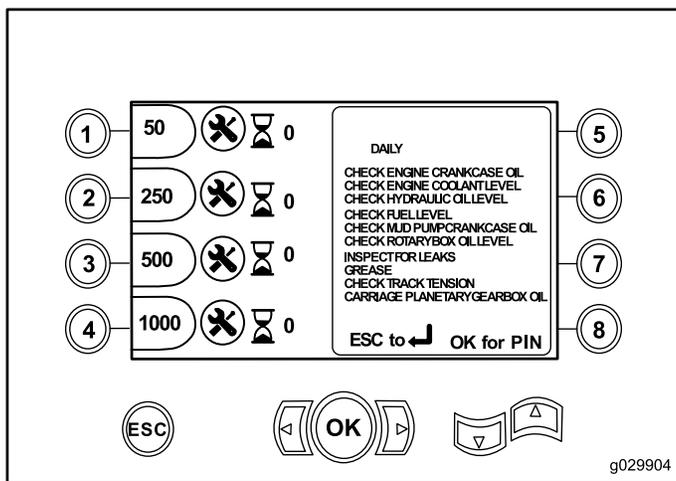

Figure 11
- Bouton 2 – Tableau de graissage et d'entretien (Figure 11)